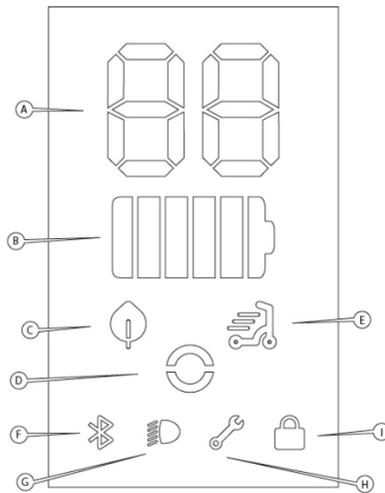

Figura 22 - Dettaglio display
5. Verificare di aver collegato tutto correttamente, accertandosi che l'icona del Bluetooth presente sul display, lampeggi (**Vedere punto F Figura 22 - Dettaglio display**).